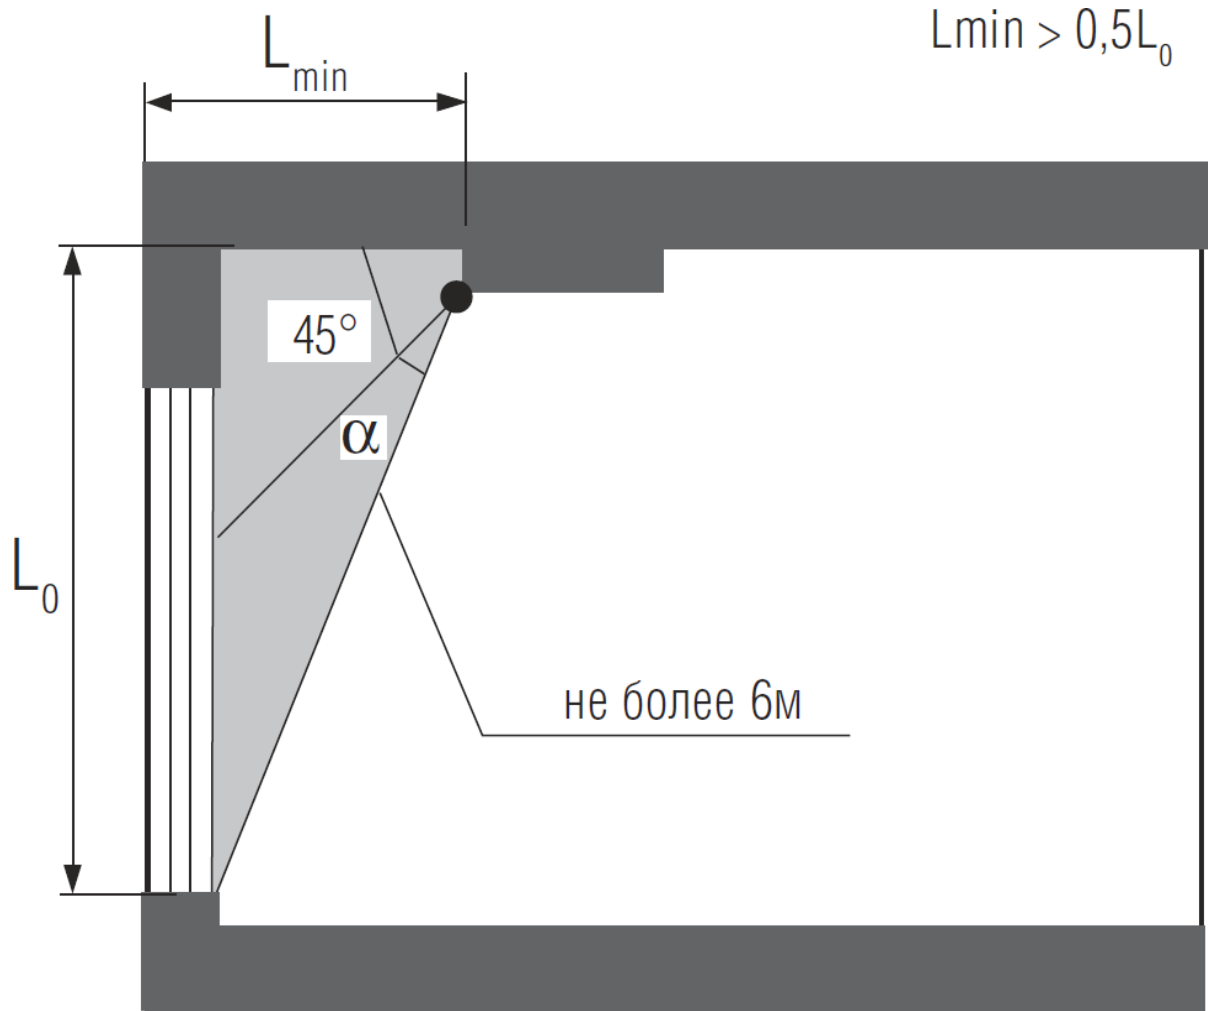

Рисунок 3 Установка на боковой стене или потолке
- для установки на боковой стене $L_{\min} > 0,5 L_0$ (см. рис. 3);